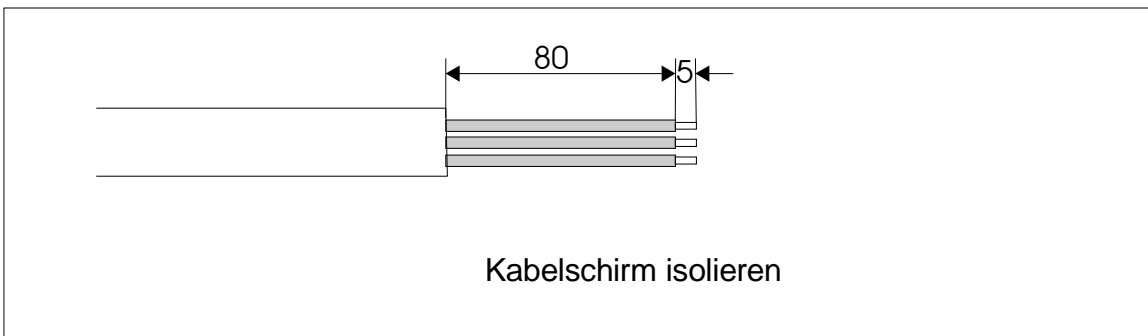

Bild 3-4 Vorbereitung des Kabels
1. Isolieren Sie das Kabel gemäß Bild 3-4 ab.